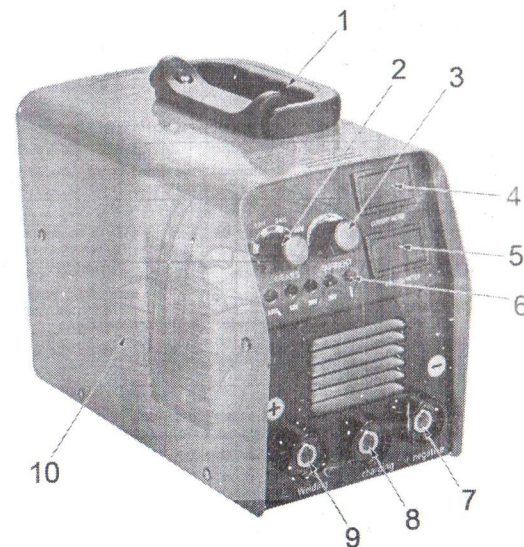

Рис.1
- На передней панели аппарата расположены: индикаторы режимов работы (6) и напряжения электросети, индикатор перегрева; поворотная рукоятка регулятора силы тока (3); регулятор режима работы и выходного напряжения (3); дисплеи индикации текущих выходных параметров тока по силе (4) и напряжению (6), силовые клеммы (7, 8, 9)(См. Рис.1) быстросъемных разъемов для подключения заземляющего кабеля с зажимом, сварочного кабеля с электрододержателем и зарядного кабеля для АКБ.
- Выбор режима работы производится поворотом рукоятки (2) по часовой стрелке. Режим «Сварка» - работа аппарата для сварки металлических конструкций.
- Настройка аппарата на необходимую величину сварочного / выходного тока производится поворотом рукоятки (3) по часовой стрелке.
- Данный аппарат оборудован автоматическим термостатом, защищающим его от перегрузок и перегрева. При достижении критической температуры, термостат автоматически отключает цепь электропитания, и включает индикатор термостата на передней панели (6)(См. Рис.1).
- Клемма (7)(См. Рис.1) подает на выход ток с **отрицательным зарядом**. Эта клемма используется как во время сварки, так и при зарядке аккумуляторных батарей.
- Клемма (8)(См. Рис.1) подает на выход ток с **положительным зарядом**. Эта клемма используется **ТОЛЬКО ДЛЯ ЗАРЯДКИ** аккумуляторных батарей.
- Клемма (9)(См. Рис.1) подает на выход ток с **положительным зарядом**. Эта клемма используется **ТОЛЬКО ДЛЯ СВАРКИ** металлических конструкций.
- Выберите полярность сварки и подключите сварочный кабель с электрододержателем и заземляющий кабель с зажимом к соответствующим силовым клеммам (9) и (7)(См. Рис.1), закрепите поворотом вправо до упора.
- Подключите сварочные кабели к соответствующим силовым клеммам (8) и (9)(См. Рис.1) на передней панели аппарата.
- Переключите регулятор режима работы (2)См. Рис.1) в положение «Сварка».
- С помощью регулятора (3)(См. Рис.1) настройте величину сварочного тока в соответствии с режимом сварки.